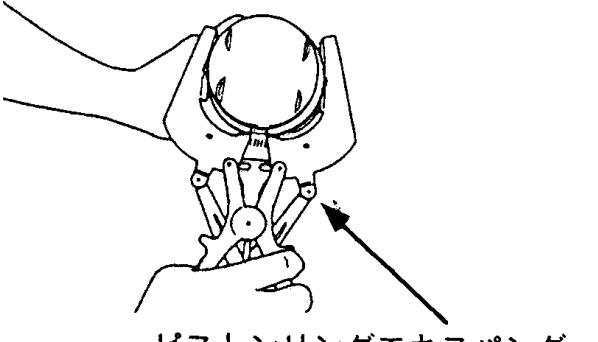
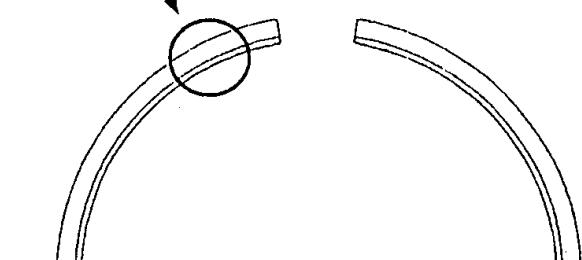

図 5
図 6
6 . 1 図5のように、ピストンリングをピストンリングエキスパンダーを用いてピストンに取付けてください。この時、トップ及びセカンドリングは図6に示す刻印のある面を上面にしてください。
6.3 コイルリングが装着されたピストンのオイルリング溝にレールリングを図5のようにピストンリングエクスパンダーを用いて取付けてください。